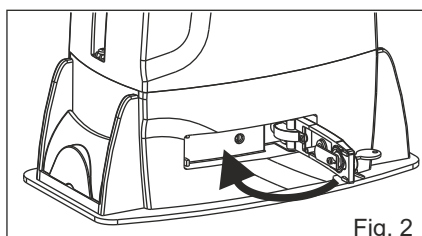

Fig. 2
- 2) Reestablecer el bloqueo mecánico (Fig. 2).